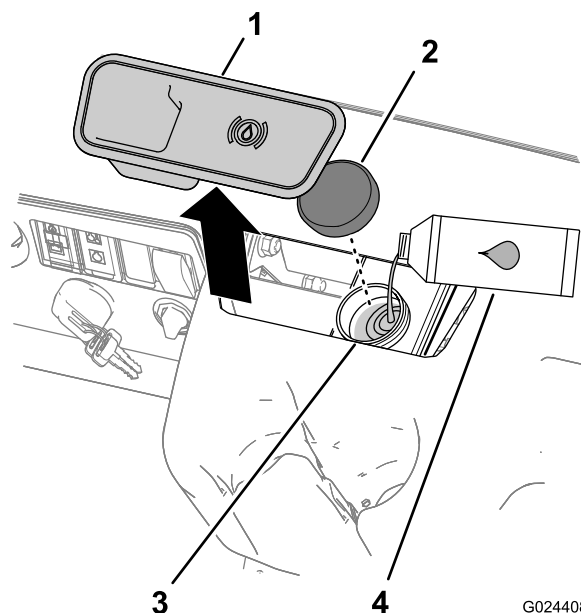

Рисунок 17
- А. Очистите область вокруг крышки бачка и снимите крышку (Рисунок 17).
2. Снимите резиновую заглушку в центре и в верхней части приборной панели, чтобы получить доступ к главному тормозному цилиндру и бачку (Рисунок 17).
С. Установите на место крышку бака (Рисунок 17).